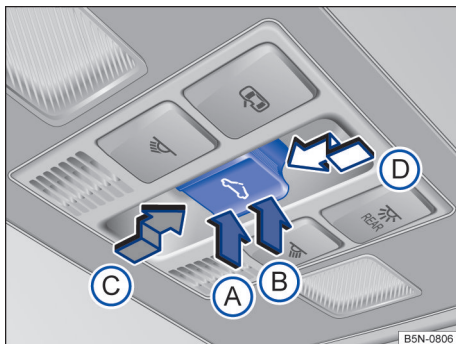

Fig. 76 No revestimento do teto: botão do teto de vidro.
- *Levantar o teto de vidro:* pressionar o botão → Fig. 76 **(B)** até o 1º nível. Curso automático: pressionar o botão **(B)** até o 2º nível.